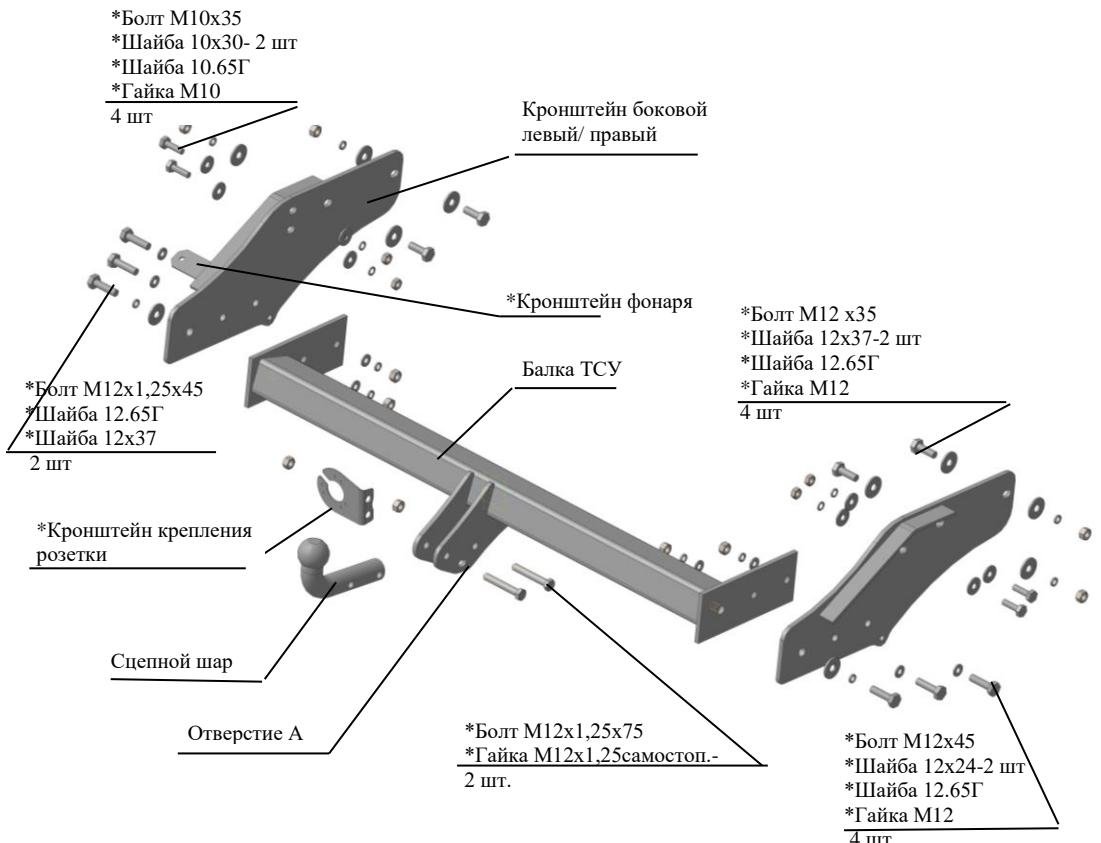

Рис.1 Тягово-сцепное устройство 3200.
2.1 ТСУ 3200 в сборе (рис.1)
2.2 Пакет с комплектующими (см. рис.1)
Установить боковые кронштейны ТСУ (правый и левый соответственно рис.1), закрепив к боковым полкам рамы а/м болтами M12x35 и гайками M12, подложив под гайки шайбы 12.65Г и 12x37, а под головки болтов – шайбы 12x37 и болтами M10x35 и гайками M10, подложив под гайки шайбы 10.65Г и 10x30, под головки болтов подложив шайбы 10x30, . Крепеж не затягивать.
4.4 Установить на место бампер и закрепить слева (по ходу а/м) противотуманный фонарь на кронштейн фонаря штатным крепежом фонаря , а к боковому кронштейну болтом M8x25 и гайкой M8, подложив под гайку шайбу 8.65Г и 8x17 (на рис.1 данный крепеж условно не показан).